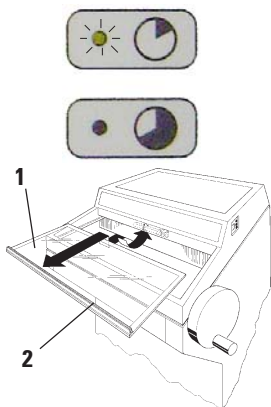

Fig. 30
- Hold skyvevinduet i håndtaket og løft det litt opp når det er lukket, og trekk det ut og frem (fig. 30) - se '9.3.6 Utskifting av lyselementet'.